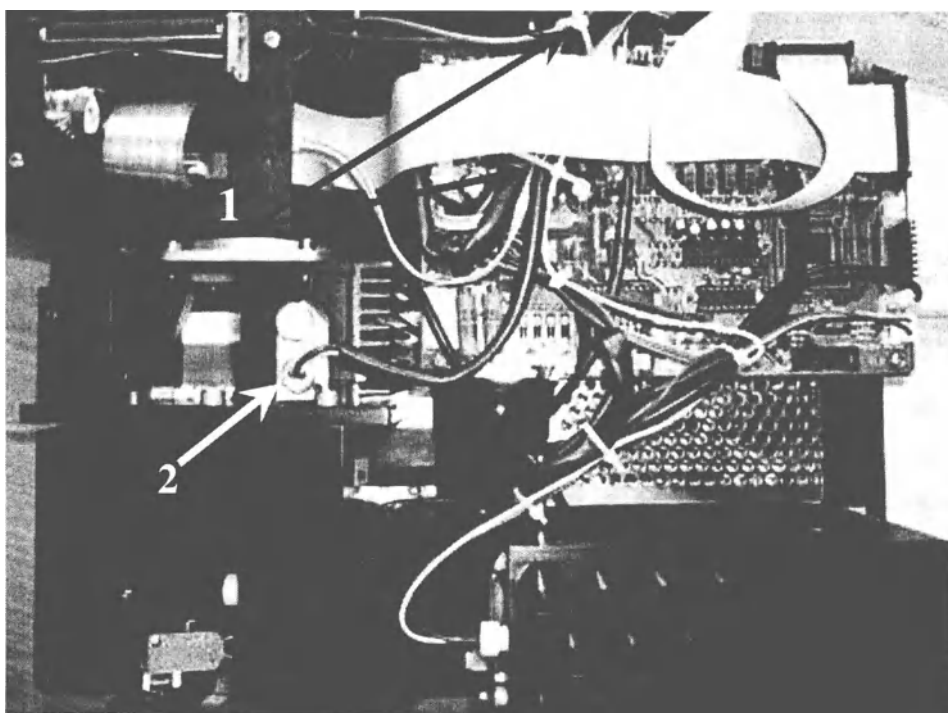

Рис. 3. Вид изнутри. Стрелками обозначены: 1. Стяжки, крепящие кабель питания лампы. 2. Лампа с держателем.
8. Откусите стяжки, которые крепят кабель питания лампы (рис.3).